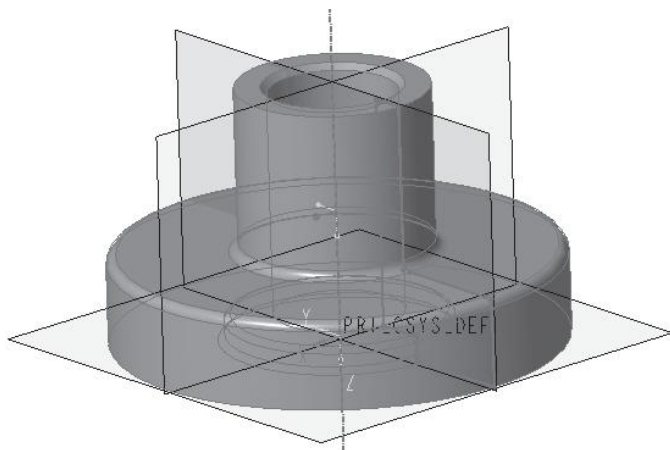

图 2-2-32 旋转实体模型
(4) 单击“草绘”操控板上的“确定”按钮 , 回到“旋转设计”操控板, 参数默认, 单击“确定”按钮 , 完成旋转操作, 生成如图 2-2-32 所示的实体模型。